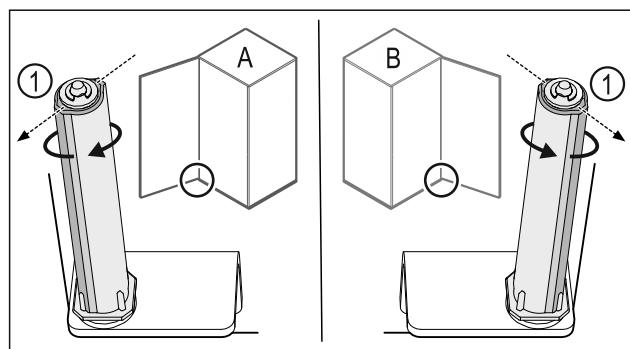

Fig. 37 Butée gauche (A) / butée droite (B)
- Tourner le système de fermeture contre la résistance jusqu'à ce que l'arête du système de fermeture Fig. 37 (1) soit tournée vers l'extérieur.